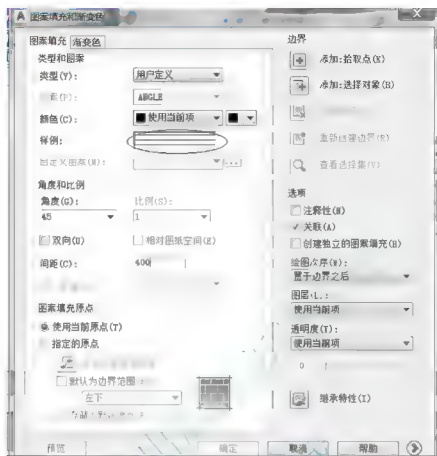

图 4.75 填充类型为【用户定义】
(4) 用【用户定义】图案填充。
① 打开【图案填充和渐变色】对话框,然后在【类型】下拉列表选择【用户定义】选项,结果如图 4.75 所示。
② 观察图 4.75 中【样例】选项右边的图案,可以发现图案为水平的线条状。勾选【双向】复选框,再次观察【样例】选项右边的图案,可以发现图案变为网格状。